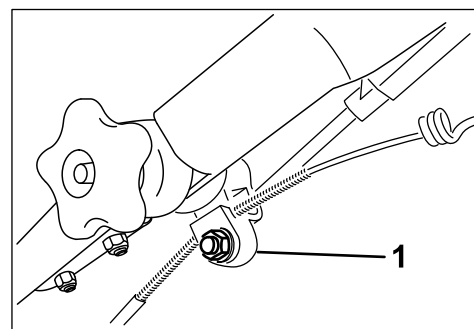

Bild 49
- Lockern Sie die Mutter an der Kabelhalterung (Bild 49).